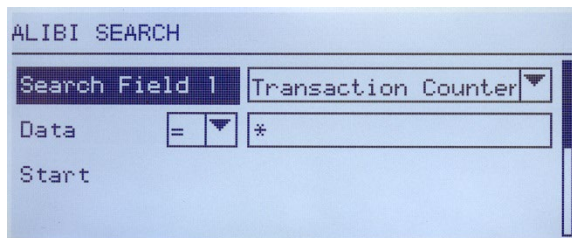

Figura C-1: Schermata Ricerca alibi
2. Viene visualizzata la schermata Ricerca (Search). La Figura C-1 mostra il Campo di ricerca 1 (Search Field 1), la prima delle due schermate di ricerca della memoria alibi. Tenere presente che la barra di scorrimento a destra indica la disponibilità di una seconda schermata. La seconda schermata contiene il Campo di ricerca 2 (Search Field 2) e i suoi campi di dati associati.